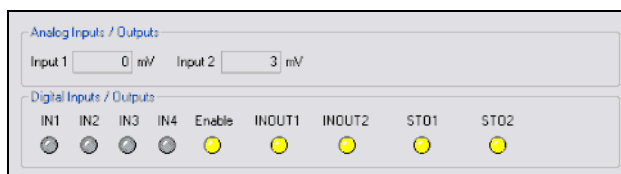

Рисунок 29 – Состояние дискретных входов/выходов
5.18 Включить силовое питание, разблокировать функции безопасности «STO1» и «STO2» (подав на клеммы «X4/3,6» напряжение 24 В), активировать команду «ENABLE» привода. Убедиться в том, что на индикатор лицевой панели S700 выводится сообщение **Exx** (где литера **E** говорит о готовности привода (состояние «ENABLED»), **xx** – величина номинального тока S700). Проверить состояние дискретных входов/выходов³⁶ в окне «Monitor» (рис. 29).